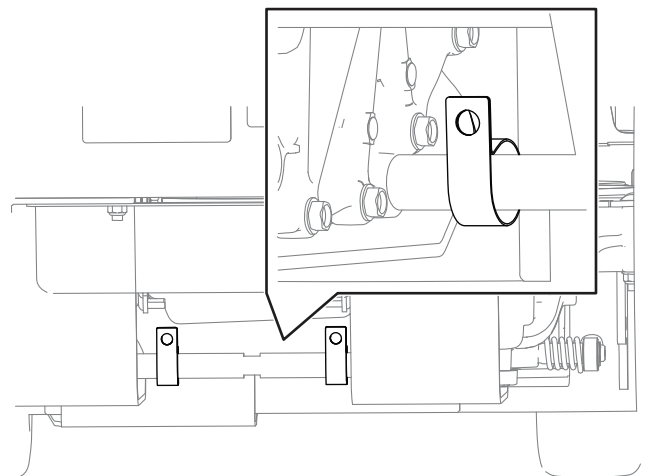

Figura 4
2. Instale las abrazaderas en R en la barra. Asegúrese de que las abrazaderas en R estén orientadas en la dirección correcta, como se muestra en la Figura 4.